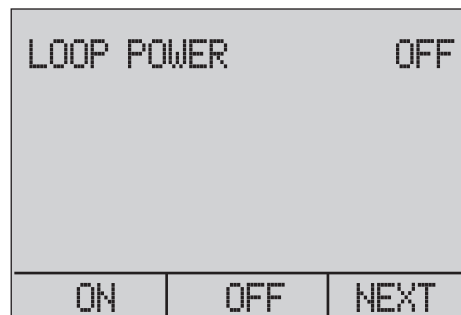

Figura 30. Pantalla de alimentación de bucle
4. La opción "LOOP POWER" (Alimentación de bucle) se puede activar o desactivar. Cuando haya terminado, seleccione "NEXT" (Siguiente). Consulte la figura 30.